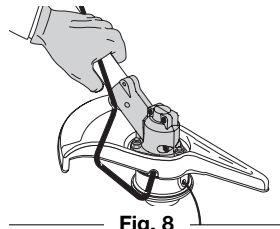
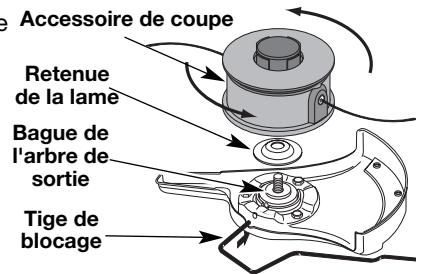

Fig. 8
Fig. 14
- Maintenez la tige de blocage en place en la saisissant près du bras de l'appareil (Fig. 8).
- Alignez le trou de la bague de l'arbre avec la fente de la tige de blocage, puis insérez la tige dans le trou. (Fig. 8). Placez la retenue de lame sur l'arbre de sortie, la partie plate reposant contre la bague de l'arbre tel qu'indiqué sur la Fig. 14. Vissez l'accessoire de coupe à gauche sur l'arbre. Vissez bien.